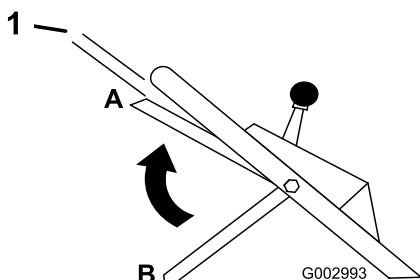

Figure 20
10. Relevez la barre de commande pour l'amener à environ 2,5 cm (1") du guidon (voir position A à la Figure 20).